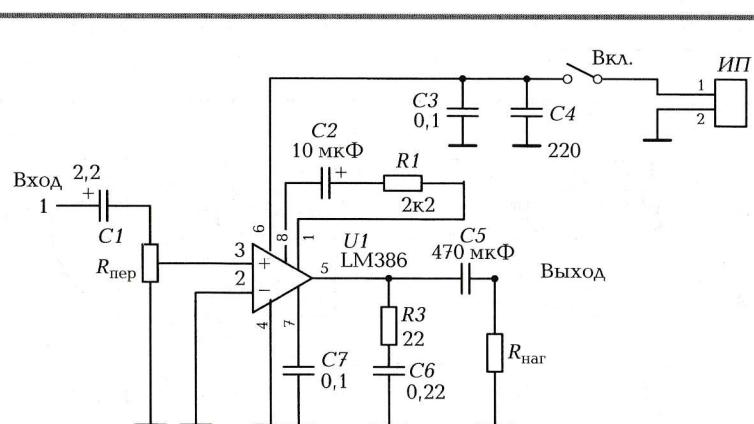

Рис. 3.15. Схема реализации усилителя низкой частоты на микросхеме серии LM386
для задания 1: номиналы элементов в соответствии с принципиальной схемой (рис. 3.15);
1. Соберите схему в соответствии с рис. 3.15.